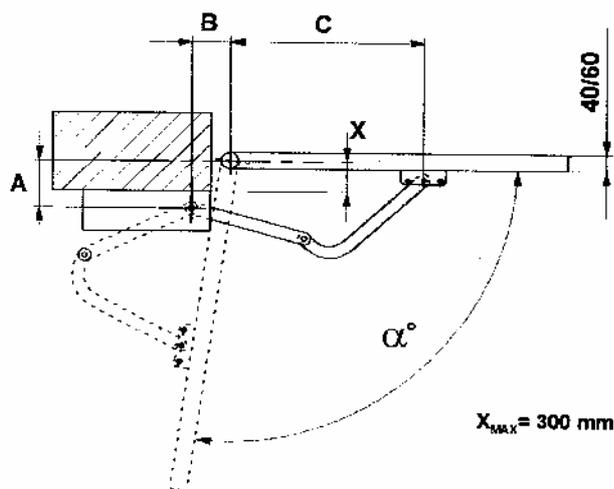

Рис. 6 Основные геометрические соотношения.
- Закрепите рычажную передачу таким образом, чтобы короткий изогнутый отрезок длинного рычага и короткий рычаг лежали на одной прямой см. рис. 6;
одной прямой. Разметку необходимо производить в соответствии с рис. 6 и табл. 2, а так же с учетом расположения ребер жесткости на створках ворот и прочности мест креплений оснований;